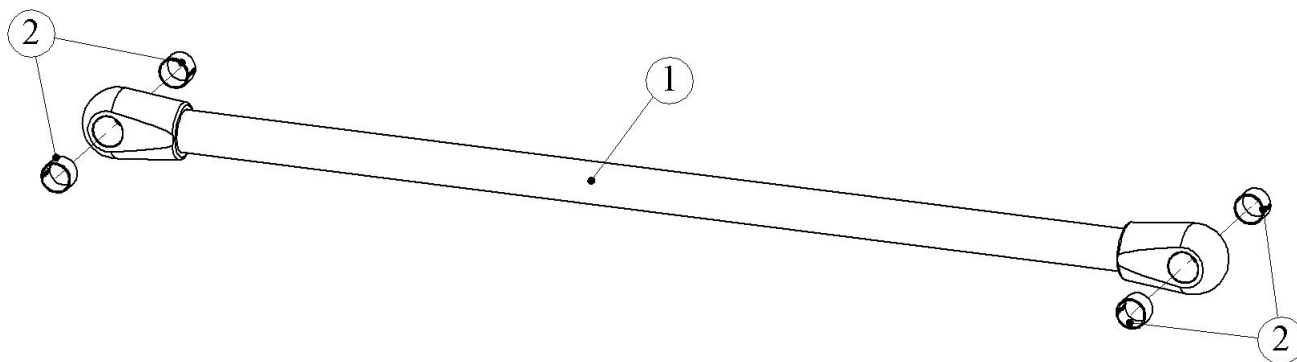

Рис. 7.5. Тяга балансира в сборе.
7.5. Тяга балансира в сборе (рис. 7.5)